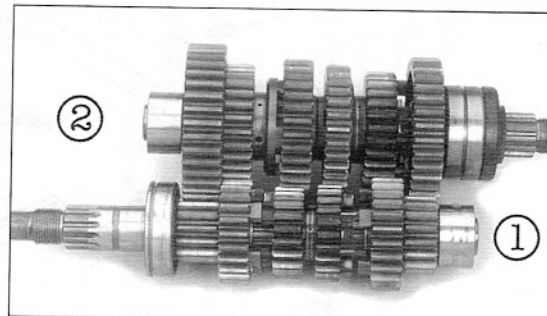

Bild 266
- Wellen komplett montiert einsetzen (Bild 266).